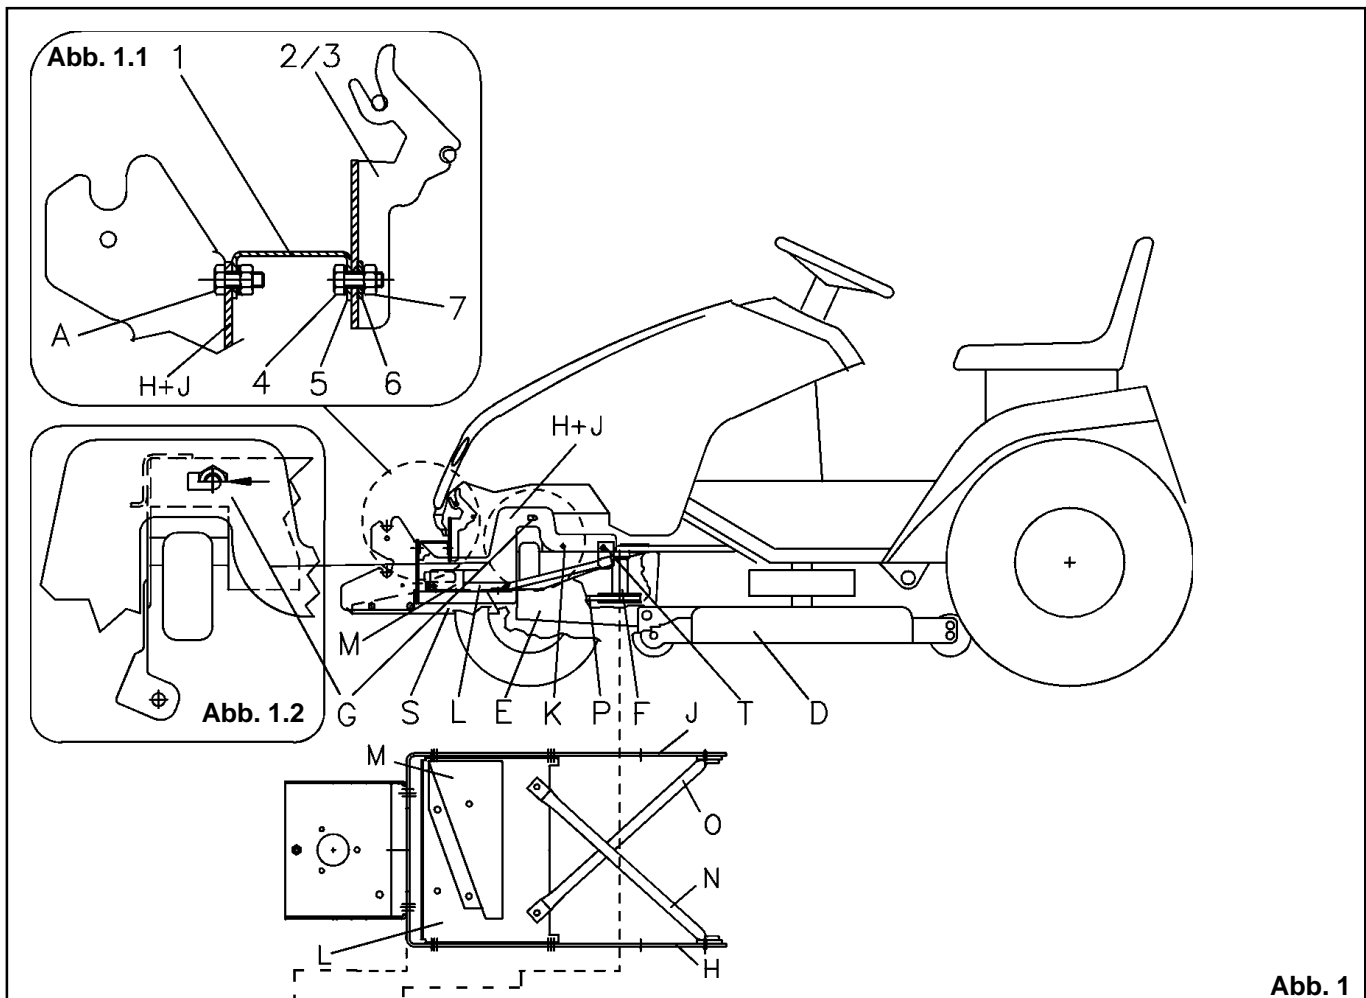

Abb. 1
Abbildung 1 bietet drei mögliche Montage-Varianten an:
- Mäherdeck (D) Abb. 1, abstützen und durch absenken alle Bauteile entlasten.
- Vorhandenen Mäherdeck - Anhängeblech (E) abmontieren (Hier dargestellt mit den bereits montierten, im Antriebssatz mitgelieferten Anhängeblech entsprechend folgender Anleitung).